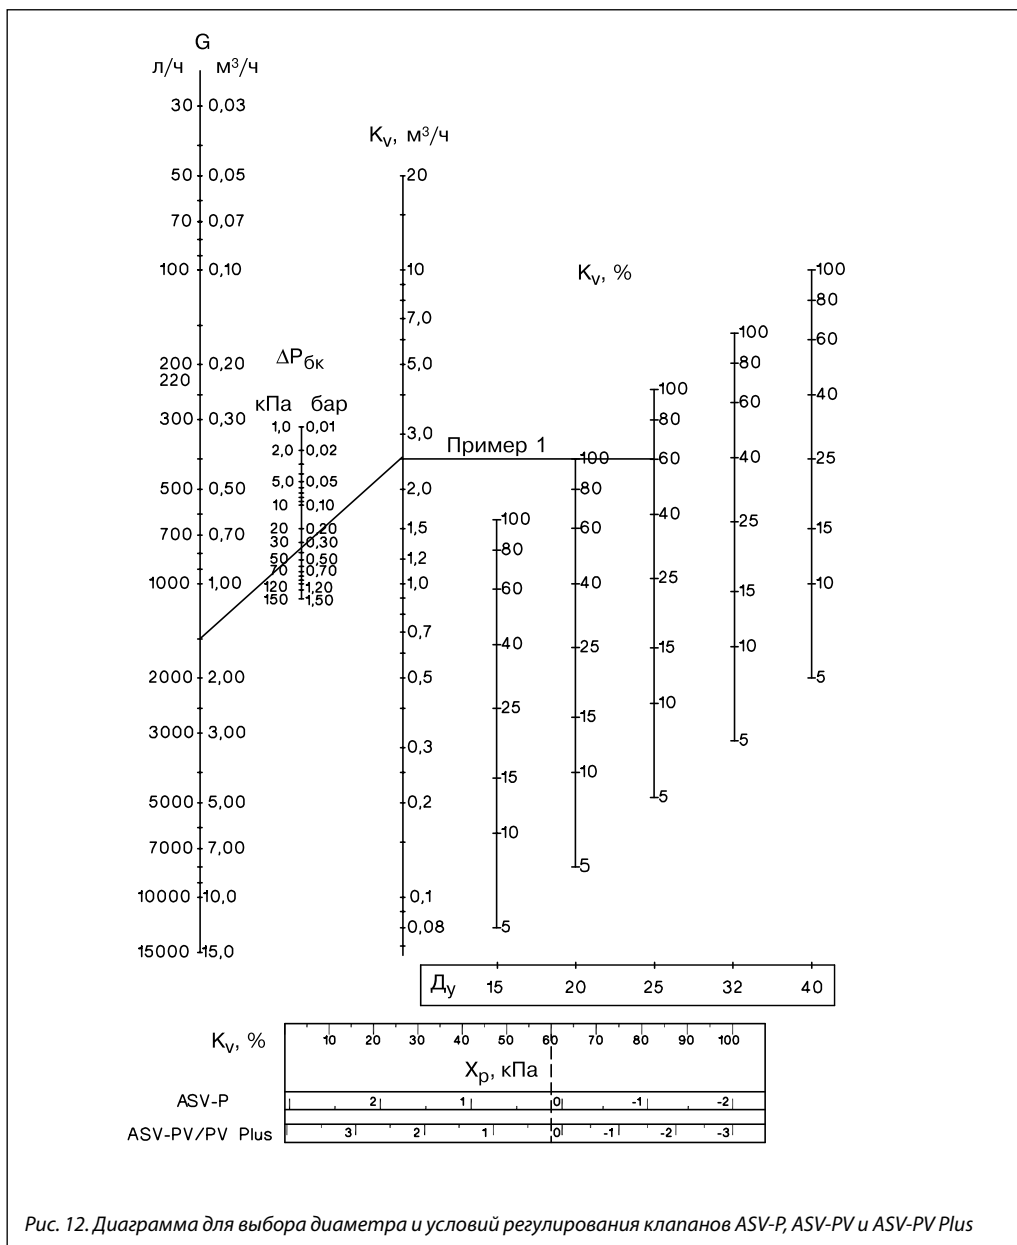

Рис. 12. Диаграмма для выбора диаметра и условий регулирования клапанов ASV-P, ASV-PV и ASV-PV Plus
6. Условия работы клапана определяются по диаграмме (рис. 12), для чего точка $1,5 \text{ м}^3/\text{ч}$ на шкале расхода G соединяется линией с точкой 0,36 бар на шкале потерь давления в балансировочном клапане $\Delta P_{\text{БК}}$. Затем эту линию продлить до шкалы K_V , где читается требуемая пропускная способность клапана ASV-PV, равная $2,5 \text{ м}^3/\text{ч}$. Далее от этого значения K_V проводится горизонтальная линия